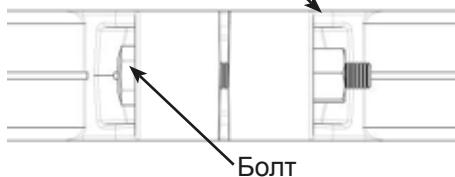

Рис. 1
4. Нельзя полагаться на ручную затяжку зажимной гайки и болта. Посредством использования динамометрического ключа, затянуть болт заглушки на 17 Нм (150 inch-lbs (дюйм-фунт)). (Рис. 1).